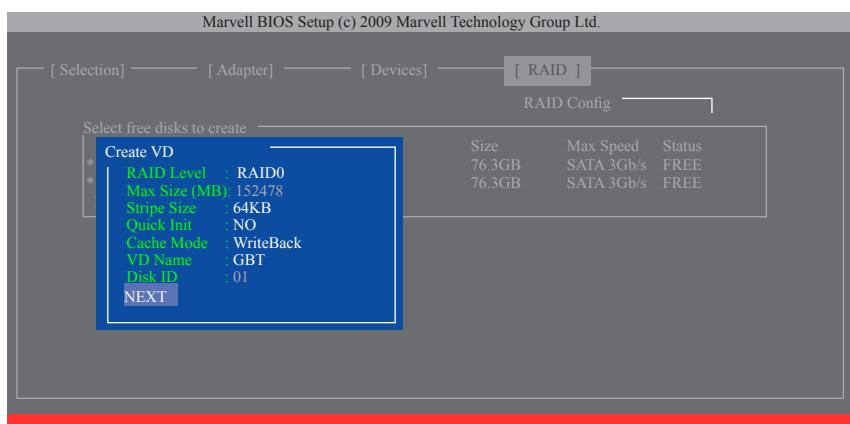

図7
6. **NEXT**: 上の設定を完了した後、**NEXT**に移動して<Enter>を押しアレイの作成を開始します。確認を求められたら、<Y>を押して確認するか<N>を押してキャンセルします(図7)。